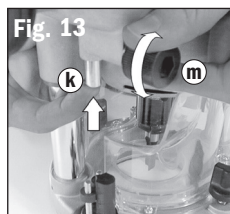

Fig. 15
3. Montare la fresa e regolare la profondità di affondo fino a quando la punta della fresa è a livello con lo "zero dato" (ad es. la base della fresatrice o la superficie del banco di fresatura). **Fig. 15**.